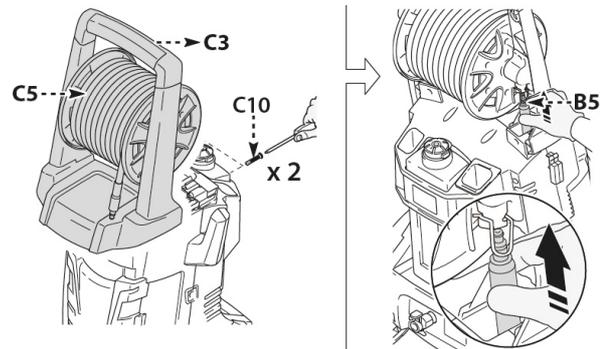

Abb. 4: Montage
Schritt 1: Stecken Sie die Schlauchtrommel mit Handgriff auf den Hochdruckreiniger und befestigen Sie die Trommel mit den 2 beiliegenden Schrauben (Pos. C10, Abb. 4).
Schritt 2: Stecken Sie den Hochdruckschlauch (Pos. C10, Abb. 4), in den vorgesehenen Anschluss am Hochdruck-Reiniger.